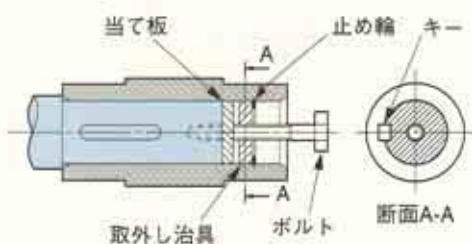

図4
- ・はめあいがきつい場合、取付け時と同様図4のような取外し部品(当て板・取外し治具・止め輪・キー・ボルト)を準備すると、スムーズに取外しができます。